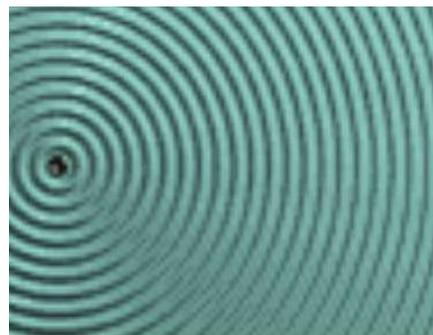

Рис. 1.
2. **Круговые волны.** Если взять карандаш, коснуться им воды и совершать гармонические колебания, то от карандаша будут распространяться круговые волны. На рис. 1. темными кружками показано положение частиц поверхности жидкости в некоторый момент, а светлыми кружками – положение этих частиц некоторое время спустя. Линия, соединяющая темные участки волны, даст нам профиль волны. В изображенном на рисунке случае большой амплитуды профиль волны представляет круговые впадины и гребни.